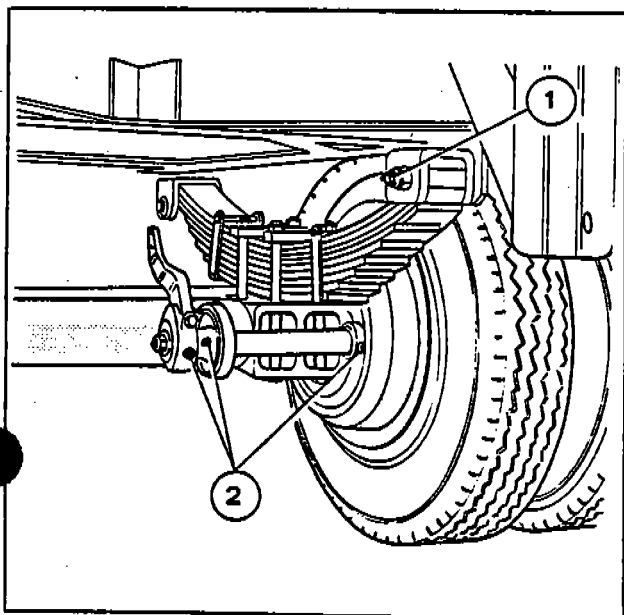

Fig. 45
- b) Ingrassare gli spinotti balestra (1-Fig. 45).
- c) Ingrassare i perni freni (2-Fig. 45).